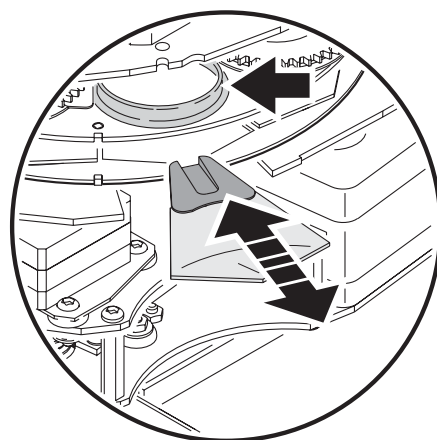

Figure 8: Changement de filtre
3. Pour un accès plus simple, tournez la roue de gobos tournant de façon à avoir la position ouverte en face du filtre à retirer (voir Figure 8, flèche du haut).
4. Tournez la roue de couleur pour accéder au filtre à changer. Appuyez délicatement sous le filtre pour le dégager et retirez-le de la roue (B). Si vos doigts ne sont pas assez fins, protégez le verre avec un morceau de papier plié plusieurs fois sur lui-même et retirez délicatement le filtre avec une pince fine.